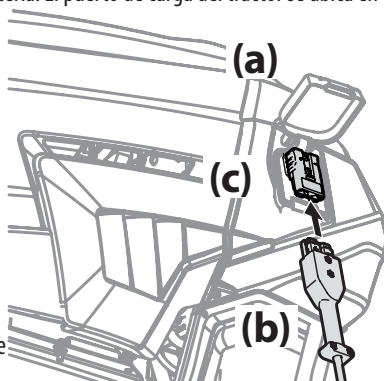

Figura 13
1. Levante la tapa del puerto de carga (a). Consulte la Figura 13.
2. Inserte el cable de carga (b) en el puerto de carga (c). Consulte la Figura 13.